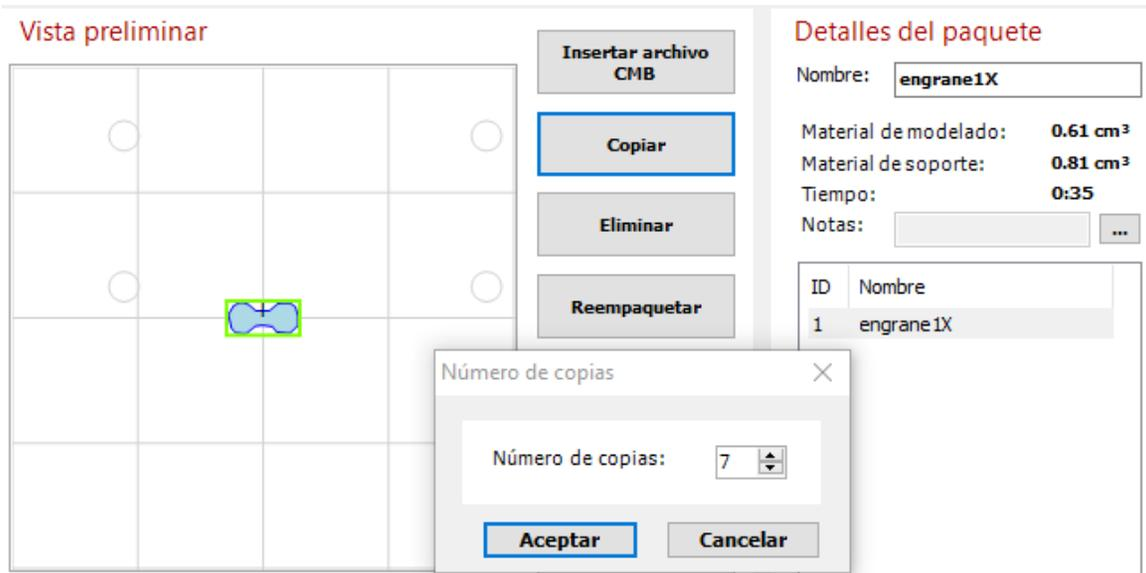

Figura 2.21 Crear 7 copias de la pieza.
- A partir del archivo generado anteriormente (**engrane1X.cmb.gz**), en la pestaña **Paquete** seleccionar la pieza en la vista preliminar y dar click en **Copiar**, seleccionar 7 copias y dar click en **Aceptar** (Figura 2.21).